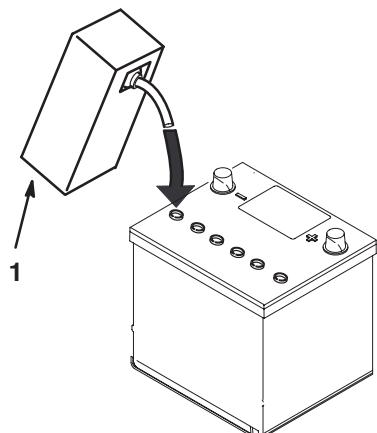

Figure 3
4. Attendez environ 20 à 30 minutes pour que les plaques aient le temps de s'imprégnier d'électrolyte. Faites l'appoint au besoin pour que le niveau de liquide arrive à 6 mm du fond du creux de remplissage (Fig. 3).